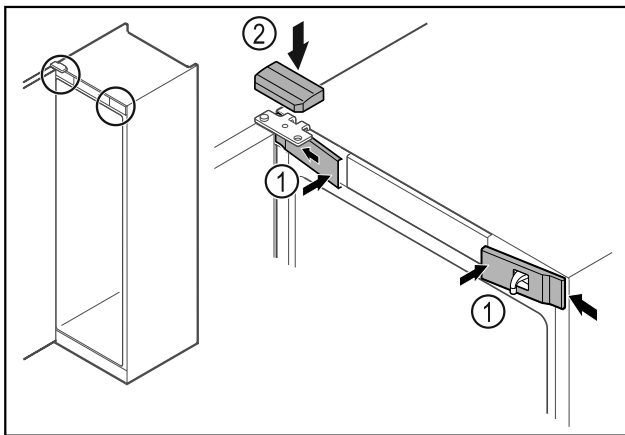

Fig. 52
- ▶ Įkabinkite priekines dengiamąsias plokšteles Fig. 52 (1) šone ir užfiksuokite.
- ▶ Užfiksuokite viršutinę dengiamąją plokštelę Fig. 52 (2) iš viršaus.